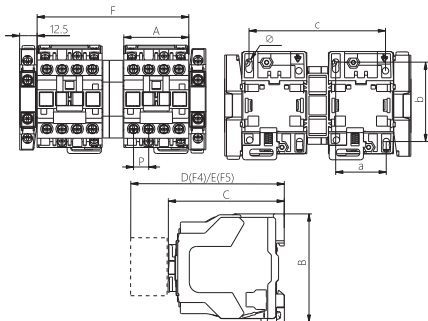

图1 CJX2-09(N) ~ 32(N)交流接触器外形与安装示意
2.1 CJX2-09(N)~32(N)系列交流接触器安装尺寸、外形尺寸与接线能力,见图1及表2。型号规格重量见箱贴。